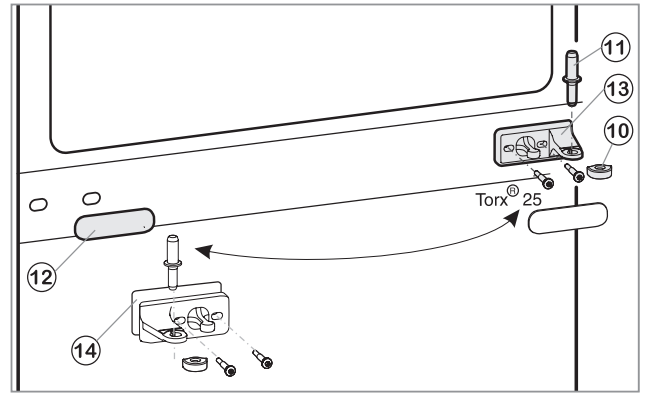

Fig.2
- Retirer le pivot central Fig. 2 (11) de sa charnière et de la porte inférieure.
- Retirer le capuchon en plastique Fig. 2 (10).
- Dévisser le support d'appui du milieu Fig. 2 (13) (2 Torx® 25).
- Retirer avec précaution le panneau-cache Fig. 2 (12).
- Visser le support d'appui du milieu Fig. 2 (13) avec le support pivoté Fig. 2 (14) de 180° sur le nouveau côté charnière (avec 4 Nm).
- Encliqueter de nouveau le panneau-cache Fig. 2 (12) tourné de 180° sur le nouveau côté poignée.
- Remettre le capuchon en plastique Fig. 2 (10) sur le support d'appui central Fig. 2 (13).
- Placer le pivot du milieu Fig. 2 (11) sur le nouveau côté charnière à travers le support d'appui central Fig. 2 (13) dans la porte inférieure.
- Placer la porte supérieure sur le pivot du milieu Fig. 2 (11).
- Aligner éventuellement les portes à la carrosserie grâce aux deux trous longitudinaux dans le support d'appui inférieur et le support d'appui central Fig. 2 (13). Pour cela, dévisser la vis centrale du support d'appui inférieur.